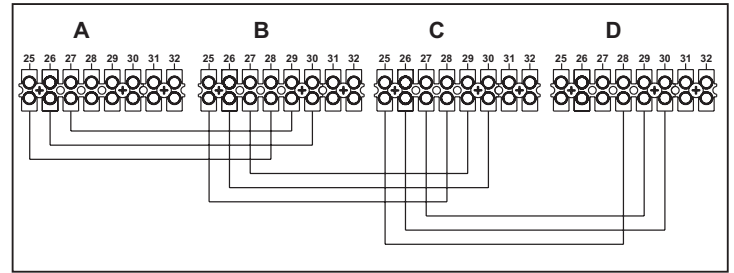

fig. 23 - Conexión en cascada
1. Conectar los módulos como se indica en fig. 23
Si el funcionamiento no es correcto, desconectar la alimentación eléctrica y controlar el cableado en fig. 23.